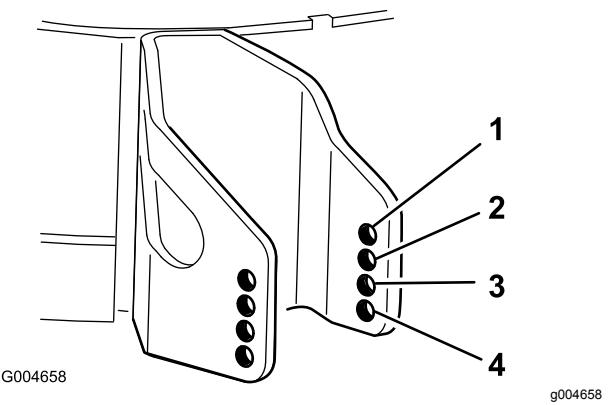

図 46
- 設定した刈高に一番近い数値の穴を、芝削り防止ローラの取り付け穴とする **図 46**。